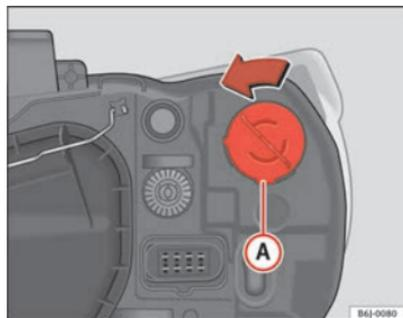

Fig. 138 Clignotant de phare simple
- Tournez le porte-lampes ⇒ fig. 138 **A** vers la gauche puis tirez.